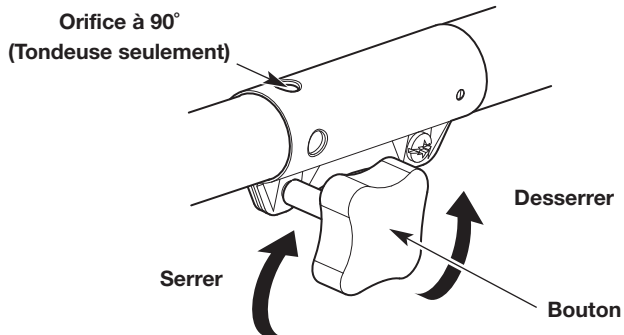

Fig. 8
3. Tournez le bouton dans le sens contraire des aiguilles d'une montre pour desserrer le coupleur (Fig. 8).
6. Tournez le bouton dans le sens contraire des aiguilles d'une montre pour serrer le coupleur (Fig. 8).
**REMARQUE :** Pour tailler une bordure décorative avec un accessoire taille-bordures, verrouillez le bouton de déclenchement dans l'orifice à 90° (Fig. 8).
2. Tournez le bouton dans le sens contraire des aiguilles d'une montre pour desserrer le coupleur (Fig. 8).